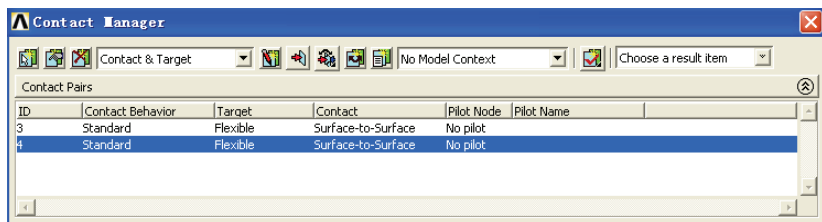

图 5-189 生成接触对结果显示
26) 重复第 19)~23) 的操作步骤, 创建 ID 为 4 的接触对, 操作完毕后的 Contact Manager 对话框如图 5-189 所示。